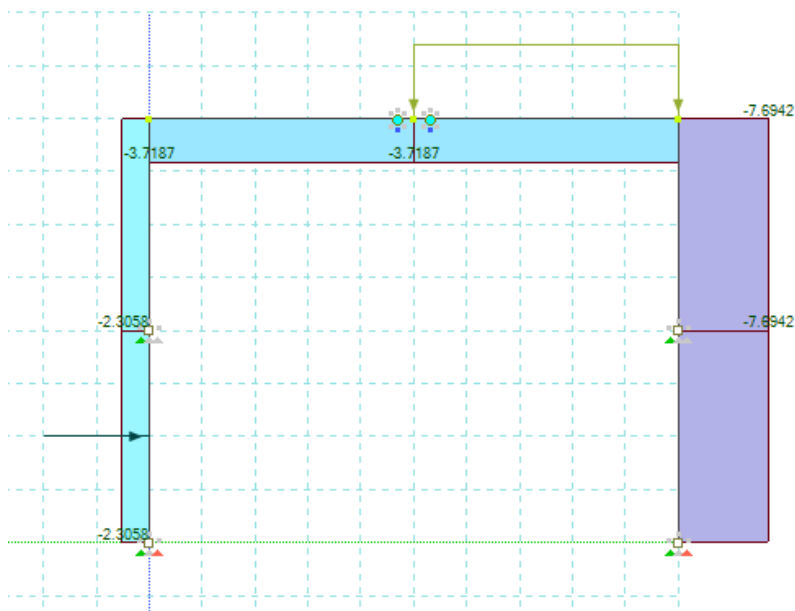

Рис. 84. Эпюра продольных сил N
- Для выбора эпюры N щелкните по кнопке N  на панели активного режима (рис. 84).